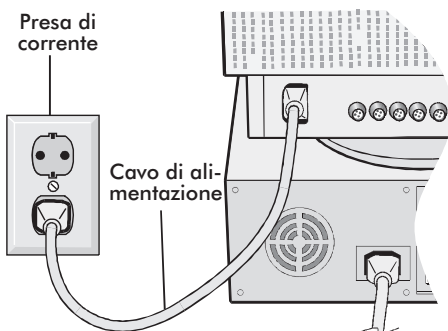

Figura D.1
4. Collegate il cavo di alimentazione al monitor MultiSync serie FP e alla presa di corrente (Figura D.1).